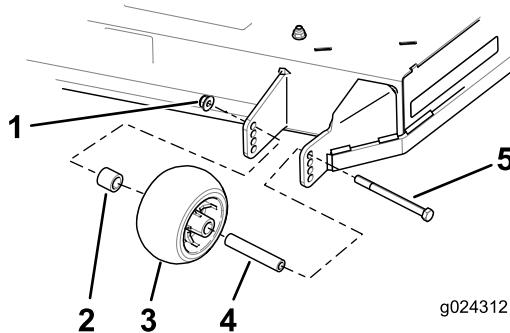

Figura 24
3. Retire la tuerca con arandela prensada, el rodillo protector de césped y el perno de la abrazadera (Figura 24).
4. Alinee el perno y el rodillo protector del césped con el taladro del soporte que corresponda a la posición de altura de corte más próxima (Figura 24).
5. Introduzca el perno en el taladro del soporte y sujeté el perno y el rodillo protector del césped con la tuerca con arandela prensada (Figura 24).